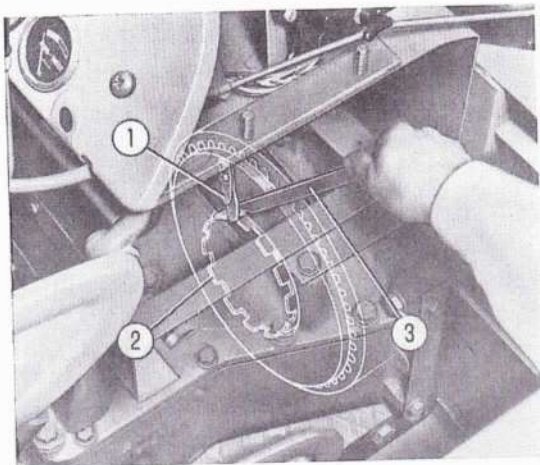

Fig. 12. - Réglage de l'em-
- Déposez la batterie droite et enlevez le couvercle de visite (voir fig. 12).